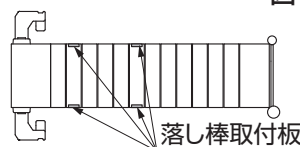

図7-5
- 落とし棒が付く縦格子には落とし棒取付板が付いているので施工時内側に向く面に穴があいたカラー材Bを差込んでください。(図7-5参照)